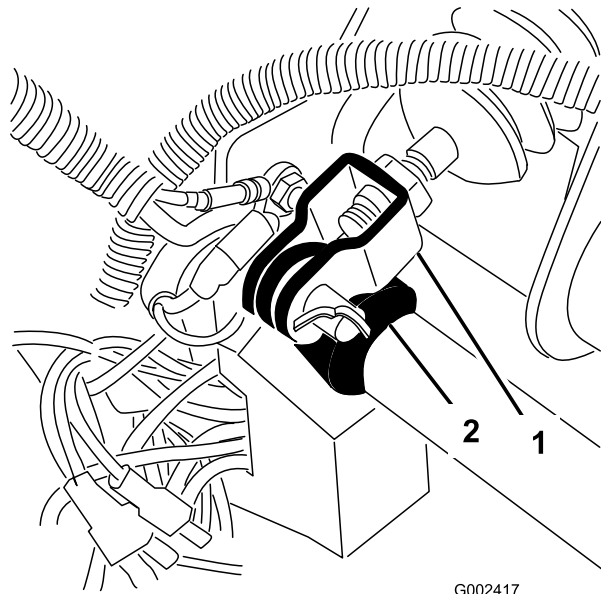

図 64
1. マスターシリンダ・ヨークをブレーキペダルのピボットに固定しているコッターピンとクレビスピンを取る 図 64。